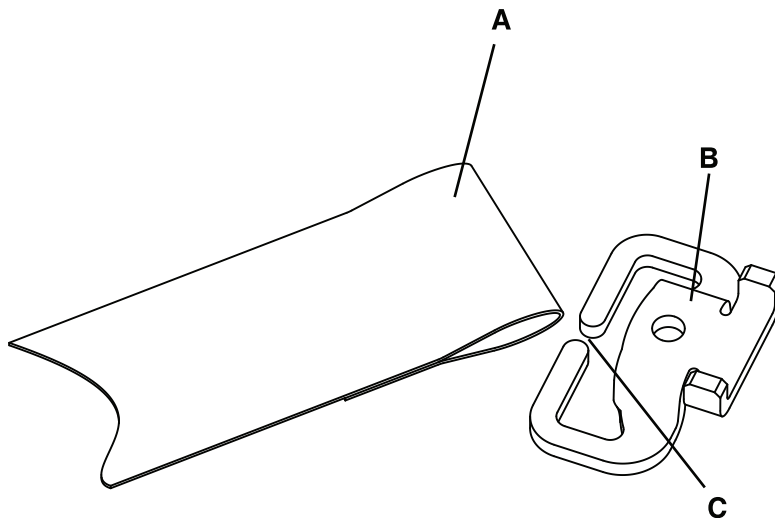

Abbildung 3-35: Entfernung des Beckengurts
1. Das an der Klammer (A) befestigte Gurtende mit einer Hand greifen. Mit der anderen Hand die Klammer (B) greifen (Abbildung 3-35 auf Seite 3-56).
2. Zum Entfernen des Gurts die Gurtschleife an der Klammer zusammendrücken und durch den Schlitz (C) in der Klammer führen (Abbildung 3-35 auf Seite 3-56). Den Gurt entsorgen.